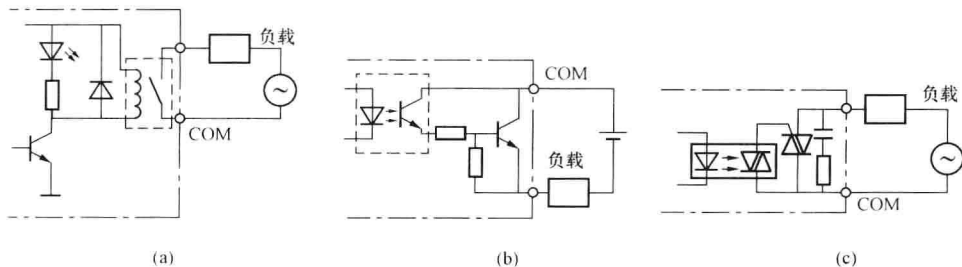

图 1-3 输出接口电路
(2) 输出接口电路。PLC 的输出有三种形式: 继电器输出、晶体管输出、晶闸管输出。图 1-3 给出了 PLC 的输出电路图。每种输出都采用了电气隔离技术, 电源由外部供给, 输出电流一般为  $0.5 \sim 2A$ , 输出电流的额定值与负载的性质有关。